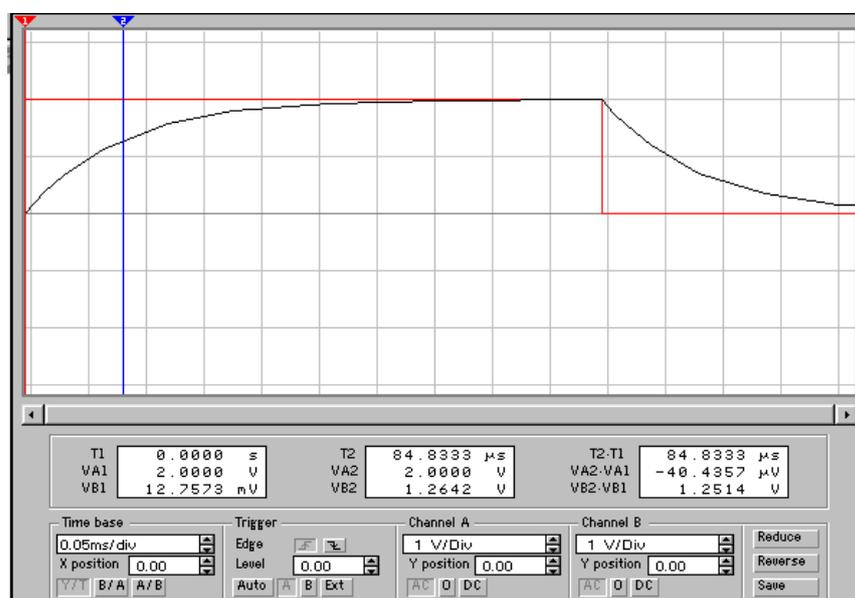

Рис. 12
- 1.10. Перевести осциллограф в режим «Expand» - большой экран (рис. 12). Зарисовать входной сигнал и переходную характеристику. Используя визирные линии красного и синего цвета произвести измерение характеристики по точкам, в т.ч. измерить постоянную времени τ цепи ($t = \tau$ на уровне $\sim 0,63$ от максимального значения).